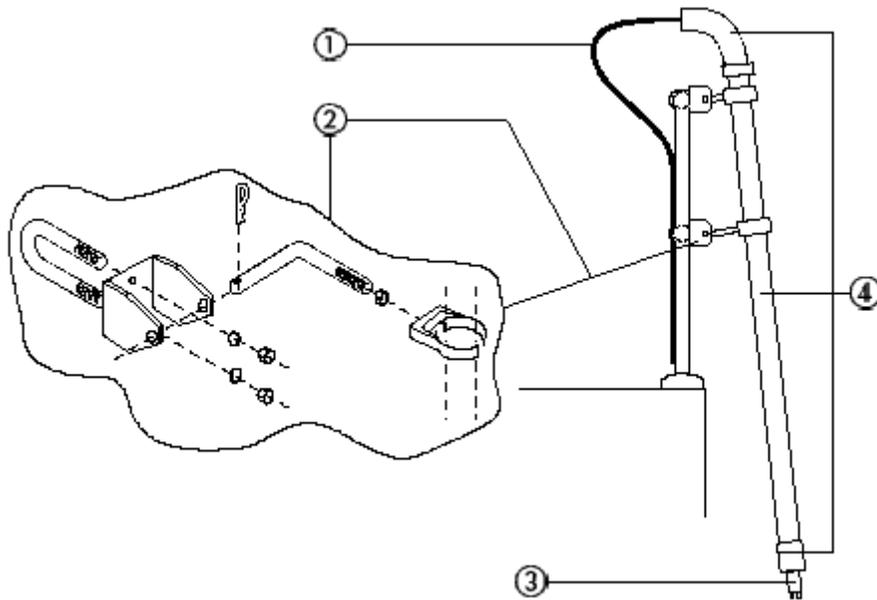

图8 浸没式传感器的安装示意图
- 3、图8所示为使用可供选择的可快速拆卸托架的一种典型的安装示意图。电缆顺着管路方向铺设，在另一端与变送器连接。